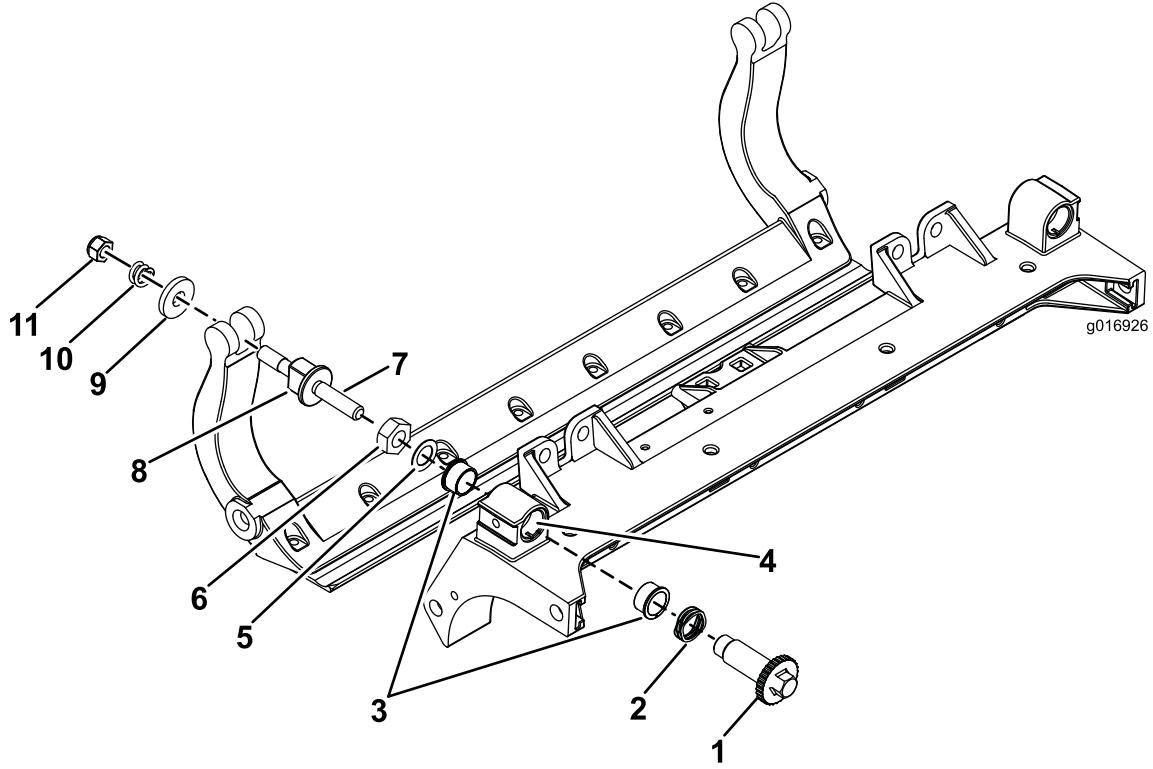

Bild 36
1. Entfernen Sie alle Teile (siehe *Installationsanleitung* für das HD-DPA-Kit und Bild 36).
2. Tragen Sie ein Gleitmittel innen im Büchsenbereich am mittleren Schneideinheitsrahmen auf (Bild 36).
3. Fluchten Sie die Keile an den Flanschbüchsen mit den Schlitten im Rahmen aus und setzen Sie die Büchsen ein (Bild 36).
4. Legen Sie eine Wellenscheibe auf die Einstellerwelle und schieben Sie die Einstellerwelle auf die Flanschbüchsen im Rahmen der Schneideeinheit (Bild 36).
5. Befestigen Sie die Einstellerwelle mit einer Flachscheibe und einer Sicherungsmutter (Bild 36).
12. Legen Sie eine Stahlscheibe außen auf jede Nylonscheibe (Bild 36).
Hinweis: Die Scheiben innen können einen Abstand aufweisen (Bild 36).
15. Ziehen Sie die Mutter an jedem Untermesserträgereinsteller an, bis die Druckfeder ganz zusammengedrückt ist, lösen Sie die Mutter dann um eine halbe Umdrehung (Bild 36).